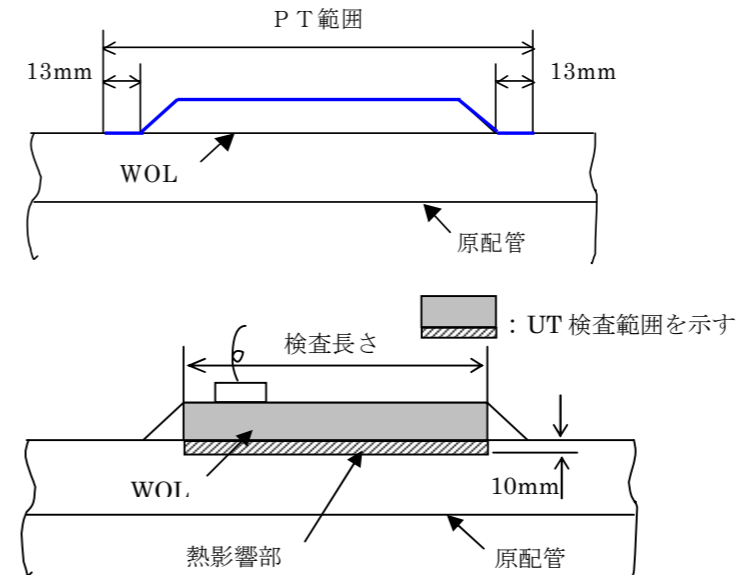

図4 施工後の溶接検査範囲
- (1) WOL施工後の溶接検査として図4に示す範囲の PT 及び UT を行う。